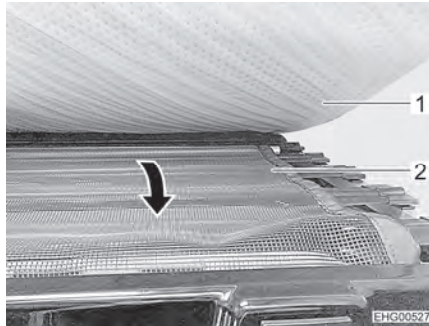

Bild 60 Skyddsnät
- Dra ut skyddsnätet (Bild 60,2) under madrassen (Bild 60,1) och spänn det över åtkomstöppningen.